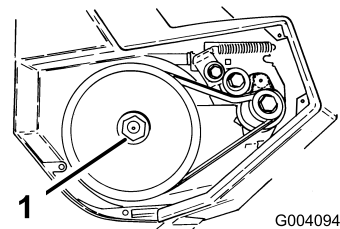

Figure 16
3. Bloquez l'écrou hexagonal avec une clé de 7/8 pouce pendant que vous dévissez l'arbre de rotor (Figure 16).